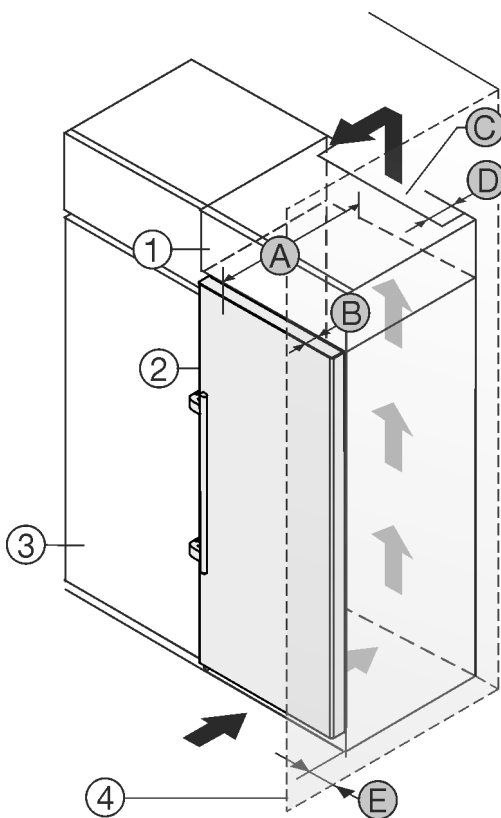

Fig. 2
Puede colocar el electrodoméstico directamente al lado del armario de cocina *Fig. 2 (3)*.*
En la parte trasera del armario superior debe haber una cámara de salida de aire con una profundidad *Fig. 2 (D)* que abarque toda la anchura del armario.*
Bajo el techo de la estancia debe mantenerse la sección transversal de ventilación *Fig. 2 (C)*.*
Si el electrodoméstico se instala con las bisagras junto a una pared *Fig. 2 (4)*, la distancia entre el electrodoméstico y la pared debe ser de como mínimo 57 mm. Esto equivale al saliente del tirador con la puerta abierta.*
Para poder abrir totalmente la puerta, el electrodoméstico debe sobresalir la profundidad de la puerta *Fig. 2 (B)* respecto del frente del armario de cocina. El electrodoméstico puede sobresalir más en función de la profundidad de los armarios de cocina *Fig. 2 (3)* y del uso de distanciadores de pared.*